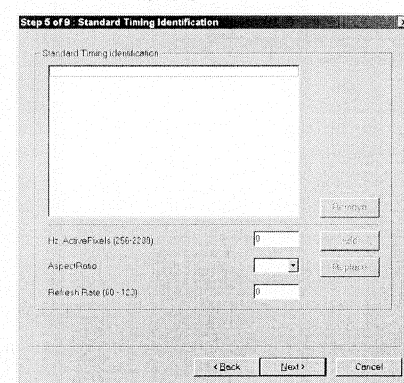

Fig. 18
- Click Next, bring up Fig. 18.